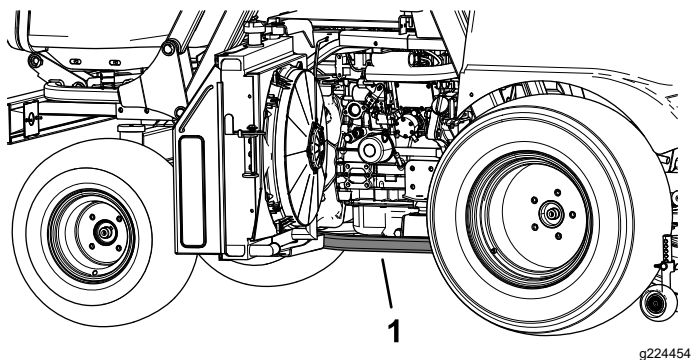
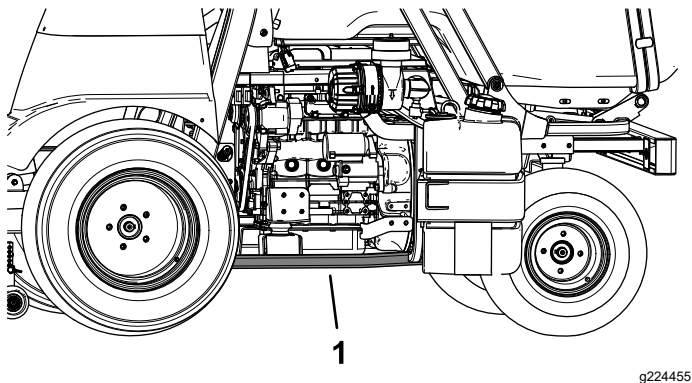

Figure 38
Figure 39
2. Placez un cric sous le tube de cadre (Figure 38 et Figure 39), juste sous le tube de l'arceau de sécurité, ou aussi près que possible.